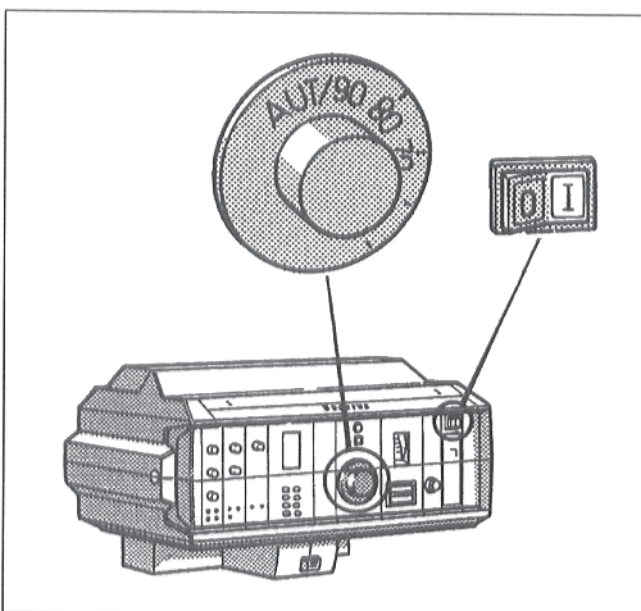

Рис. 2: Ввод в эксплуатацию газовой горелки
- Установить переключатель режима работы (рис. 2) на поз. I (ВКЛ.)
- Установить регулятор температуры котельной воды (рис. 2) на желаемую температуру. У "Ecomatic-регулирования" установить на "AUT".
- Установить переключатель режима работы (рис. 2) на поз. 0 "ВЫКЛ".